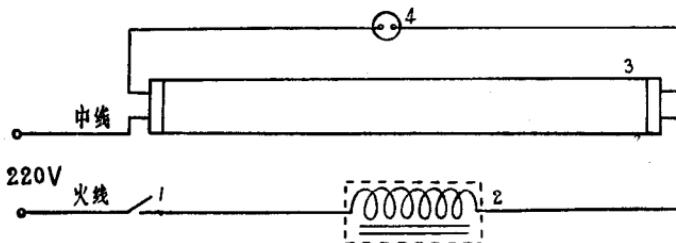

图1 紫外线杀菌灯的线路图
1. 国产紫外线杀菌灯一般要求电源电压为220伏，其线路的接法见图1所示。